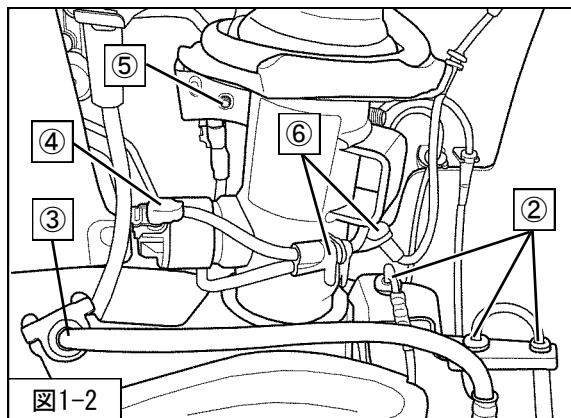

図1-2
3. 木片及びジャッキを使用し、フロントサスペンションASSYロアアームを支持し、②センサワイヤ③ブレーキホースを取外してください。（図1-2）
4. AVS装着車は、④コネクター⑤アクセルレーションセンサ取付ボルト⑥センサワイヤを取外してください。（図1-2）